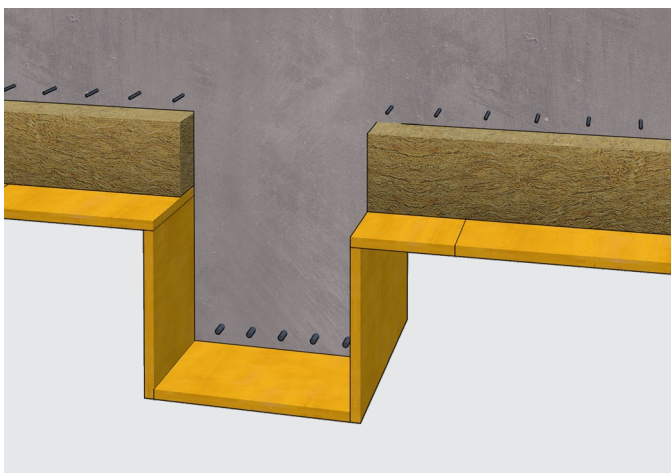

Abb. 7: Unterzüge oder ähnliches nur einschalen!
- Unterzüge dürfen nicht mit Decrock in der Schalung ausgelegt werden (Abb.7). Maximale Betondeckdicke von 30 cm beachten!